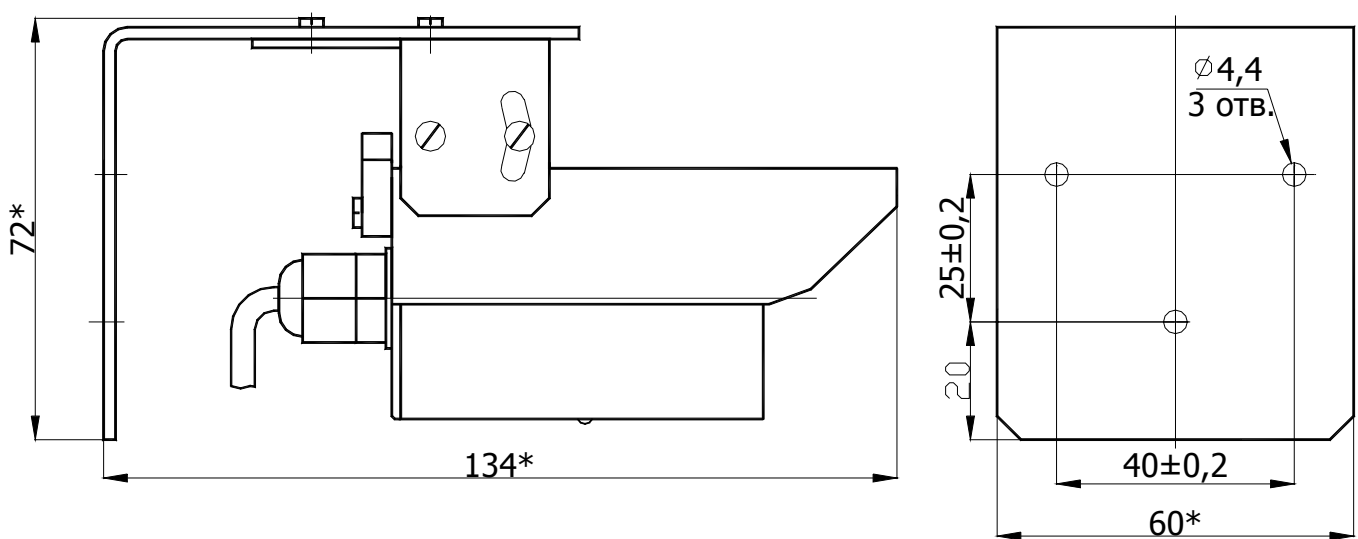

Рис.1 Общий вид ИКС-1.
- прочно закрепить кронштейны излучателя и приемника на месте установки с помощью шурупов или винтов в соответствии с рис.1 приложения, при этом **юстировочный узел с корпусом должны быть снизу выступающей площадки кронштейна, а защитный козырек находился сверху корпуса;**
**Внимание! Эффективная работа подогрева возможна только при правильной установке излучателя и приемника в соответствии с рис.1 приложения.**